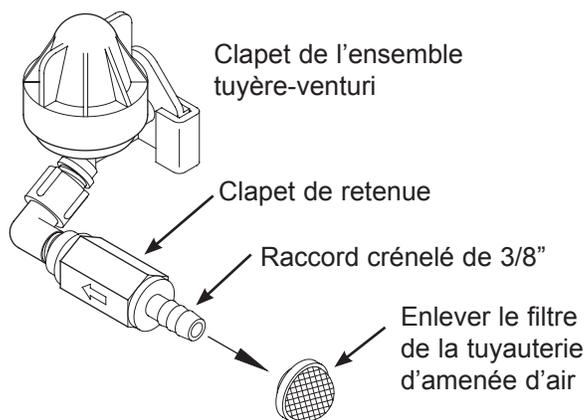

FIG. 11
2. Enlever le petit filtre d'entrée d'air du clapet de retenue de la pompe aspirante (ensemble buse et venturi) (voir figure 11).